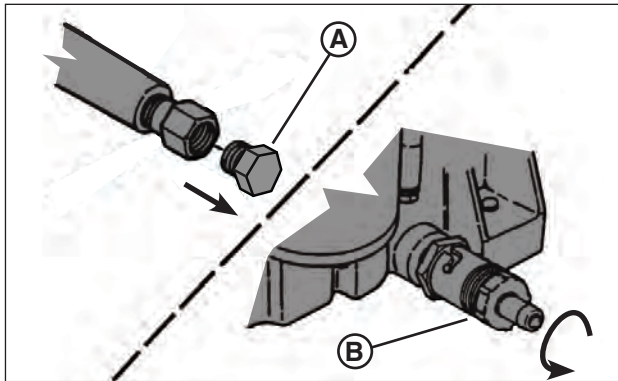

Figure 22: Bouchons de vidange d'huile
3. Placer un container de capacité minimale de 2 pintes sous l'extrémité de la vidange d'huile (Figure 22).
4. Retirer ou ouvrir le bouchon de vidange d'huile (A or B, Figure 22), en fonction du type de bouchon de vidange d'huile équipant le moteur.